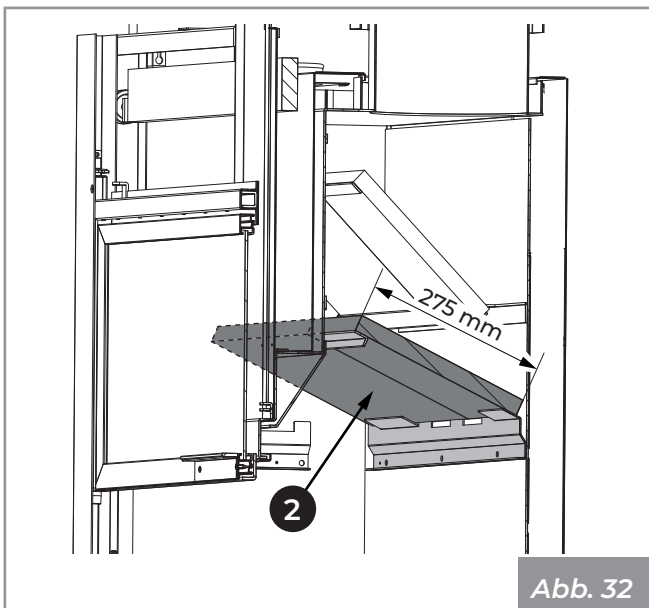

Abb. 32
- 4) Die Platten (**2**) herausziehen und entfernen (**Abb. 32**).